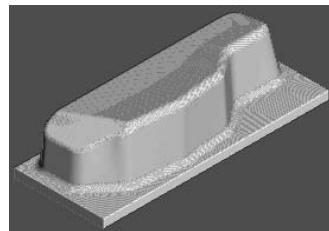

图 5-98 仿真加工结果 6
2) 在“仿真”工具栏的“当前刀具路径”下拉列表中选择要模拟的刀具路径 finish4，然后单击“执行”按钮 ，系统开始自动仿真加工，仿真加工结果如图 5-98 所示。